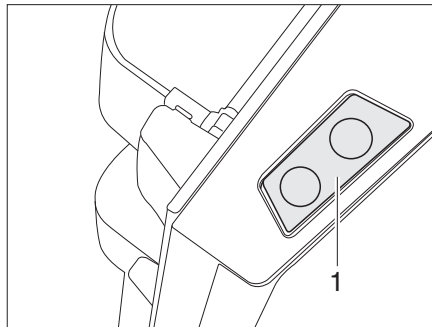

Fig. 328 Tasto di sblocco della porta del frigorifero (serie Dometic 8)
**Apertura:** ■ Premere il tasto di sblocco (Fig. 328,1) e aprire la porta del frigorifero.